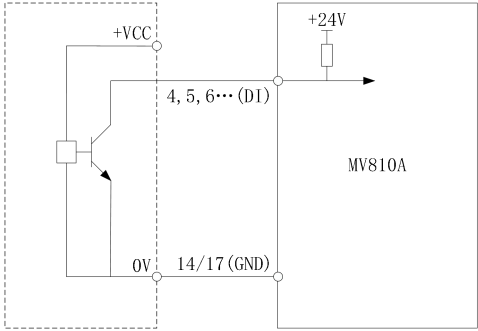

图 2-9 外部控制器为 NPN 连接方式
② 外部控制器为 NPN 型的共发射极输出，接线方式如图 2-9 所示。